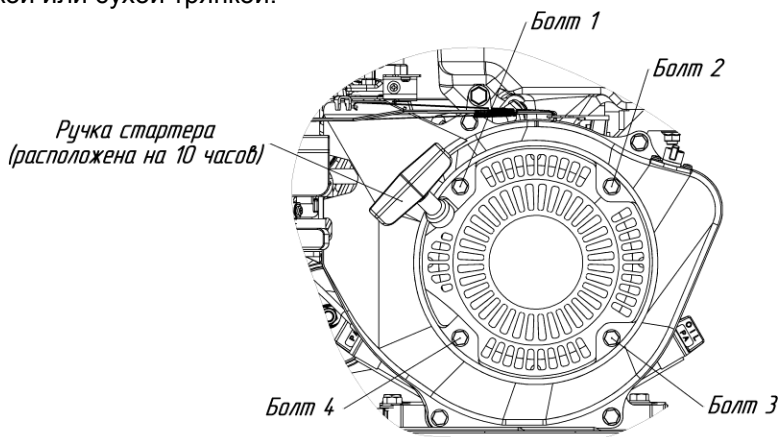

Рис.11 Схема крепления стартера на двигателе
- открутить 4 болта (см. рис.11);
- установить стартер на место таким образом, чтобы ручка стартера была расположена на 10 часов (см. рис.11);
- закрутить 4 болта (см. рис.11).